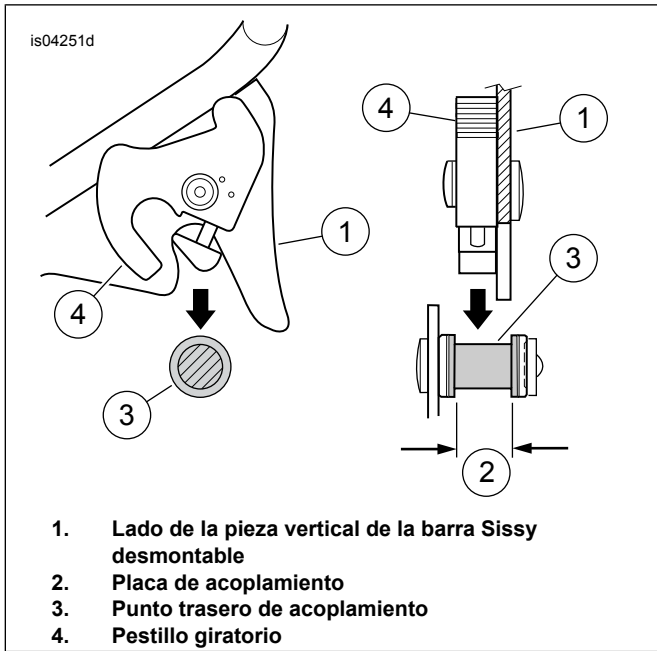
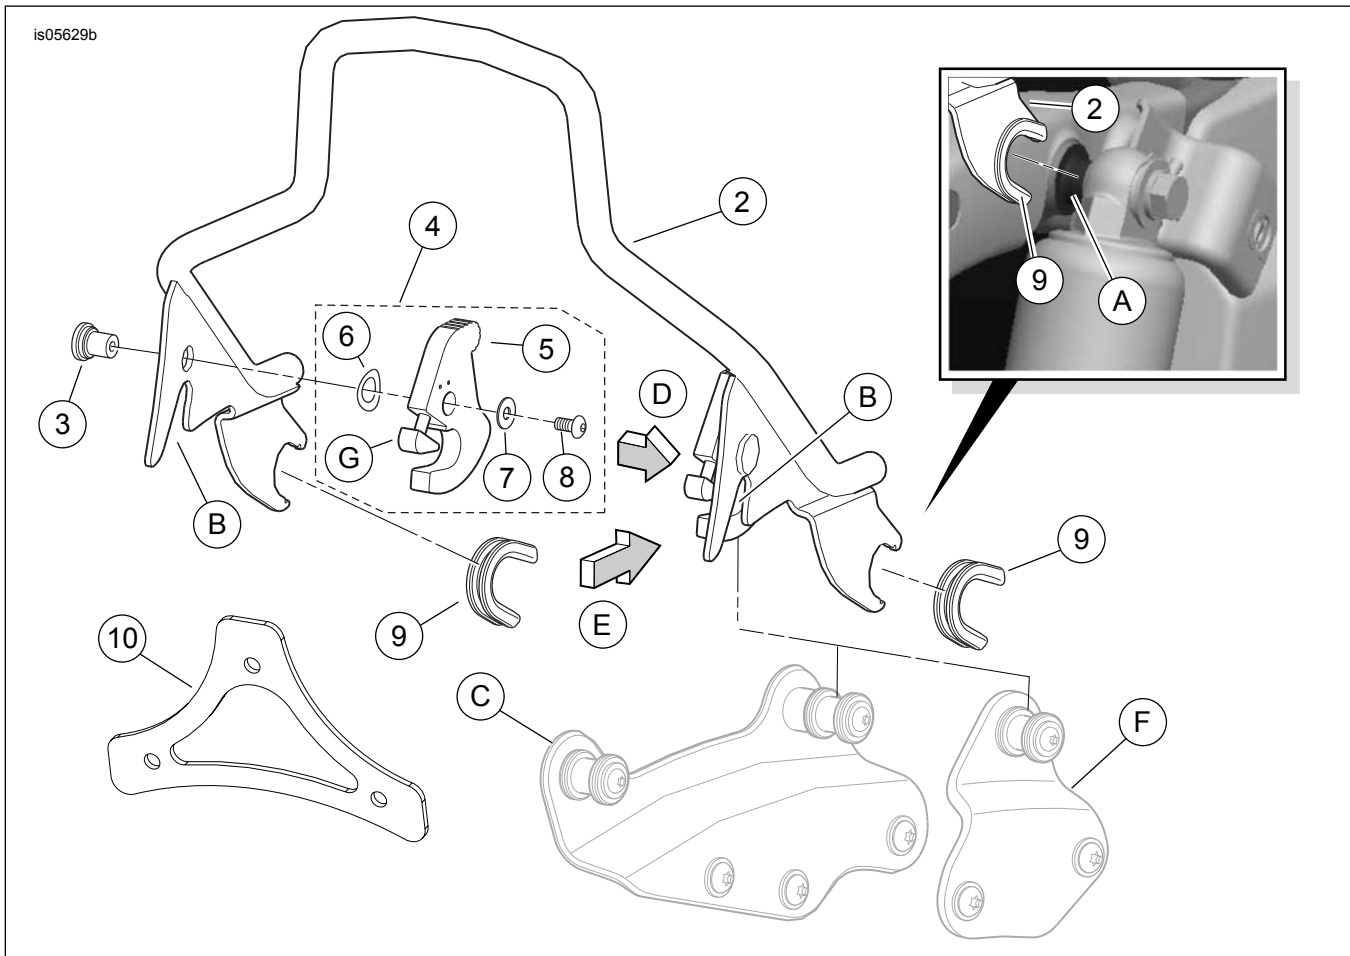

Figura 1. Alineación correcta del pestillo en el punto trasero de acoplamiento, vistas en la dirección de las flechas (D) y (E)
Figura 3. Piezas de servicio: Piezas verticales de la barra Sissy del Touring H-D Detachables
Consulte la Figura 3 y la Tabla 1.
2. Vea la Figura 3. Párese detrás de la motocicleta. Coloque las muescas delanteras de la pieza vertical del lado izquierdo y del lado derecho (con los bujes en su lugar) en los puntos de acoplamiento (A) en el interior de los soportes superiores del amortiguador. Asegúrese de que la muesca de los bujes (9) asiente completamente en los puntos de acoplamiento del amortiguador.
3. Vea Figura 3, flechas (D) y (E), y Figura 1. Coloque los pestillos giratorios (4) sobre los puntos traseros de acoplamiento (3). Verifique que los lados de la pieza vertical (1) y los pestillos encajen en el cuello de los puntos traseros de acoplamiento, como se muestra. Esto puede necesitar presionar suavemente o extender los lados de la pieza vertical de la barra Sissy.
* Después de instalar la pieza vertical de la barra Sissy, verifique si esta se encuentra bien sujeta. Los puntos delanteros y traseros de acoplamiento deben estar completamente enganchados. Vea Figura 1 para un enganche correcto.
5. Para quitar la pieza vertical de la barra Sissy, presione el botón de liberación (G) en ambos lados. Retroceda las palancas de los pestillos. Levante con cuidado la parte trasera de la barra Sissy. Saque la pieza vertical de los puntos delanteros de acoplamiento.
D	Hacia el lado derecho del vehículo (dirección de la vista de la Figura 1)
E	Hacia la parte delantera del vehículo (dirección de la vista de la Figura 1)